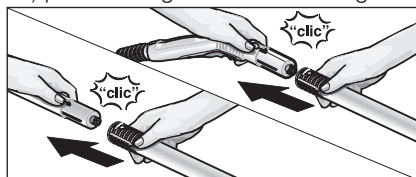

Fig. 3: Sette på forlengerrøret
- Bruk hvis nødvendig forlengerrøret (G1). Monter deretter en av, eller begge forlenger-rørene (G1) på damp pistolen (C1) (se fig. 3). Skyv den ønskede tilbehørsdelen (D1, E1, F1, H1) på den ledige enden av forlengerrøret.